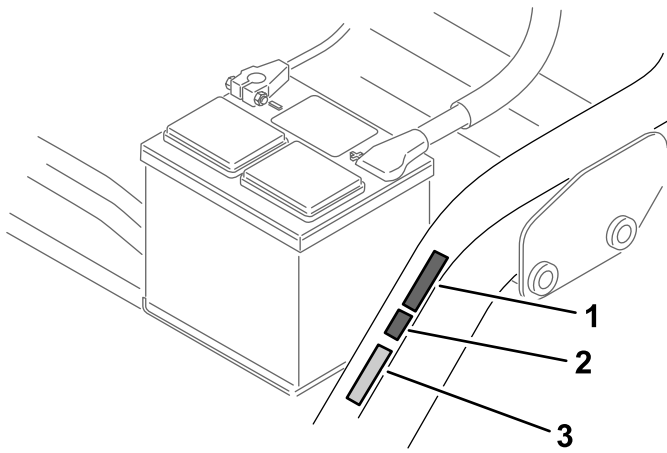

图16
- 将 CE 标贴粘贴在序列号牌旁边（图16）。
- 将 CE 生产年份标贴粘贴在 CE 标贴旁边（图16）。